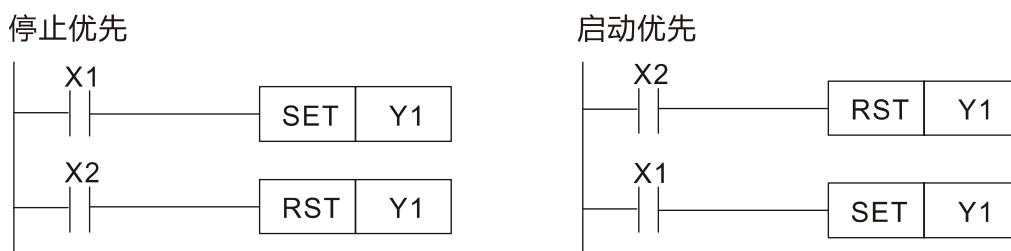

图 16-39
下图 16-39 是利用 RST 及 SET 指令组合成的自保电路。
- RST 指令设置在 SET 指令之后, 为停止优先。由于 PLC 执行程序时, 是由上而下, 因此会以程序最后  $Y1$  的状态作为  $Y1$  的线圈是否受电。所以当  $X1$  与  $X2$  同时动作时,  $Y1$  将失电, 因此为停止优先 (请参考图 16-39 之左图)。
- SET 指令设置在 RST 指令之后, 为启动优先。当  $X1$  与  $X2$  同时动作时,  $Y1$  将受电, 因此为启动优先 (请参考图 16-39 之右图)。